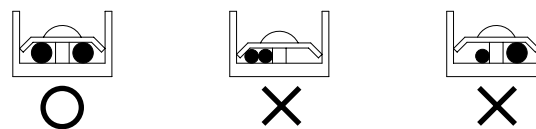

Fig. 7
- Lors de la connexion de câbles de même diamètre, effectuez la connexion comme montré dans la figure 7.